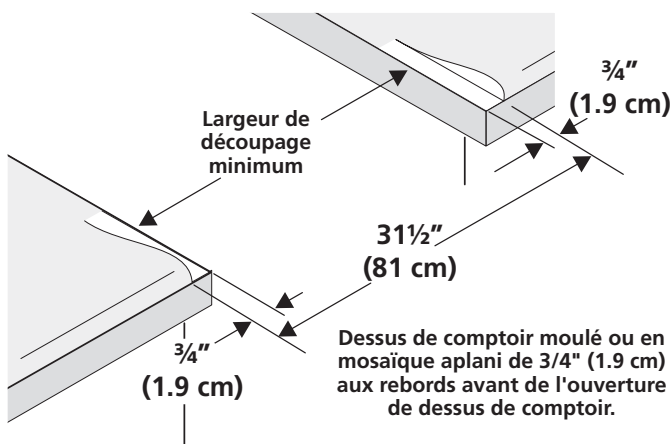

Figure 7
- Les dessus de comptoir au **rebord avant moulé** doivent être aplanis de $\frac{3}{4}$ " (1.9 cm) à chaque coin avant de l'ouverture (Figure 7).
- Il est possible qu'il soit nécessaire d'araser de $\frac{3}{4}$ " (1.9 cm) les dessus de **comptoir en mosaïque** à chaque coin avant et/ou d'aplanir le rebord arrondi (Figure 7).